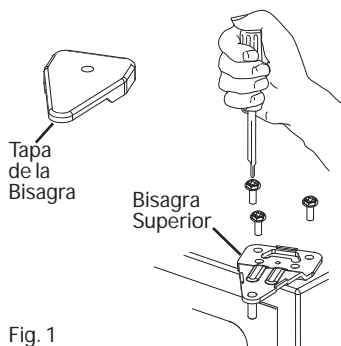

Fig. 1
1. Retire la tapa de la bisagra superior. (Fig. 1)